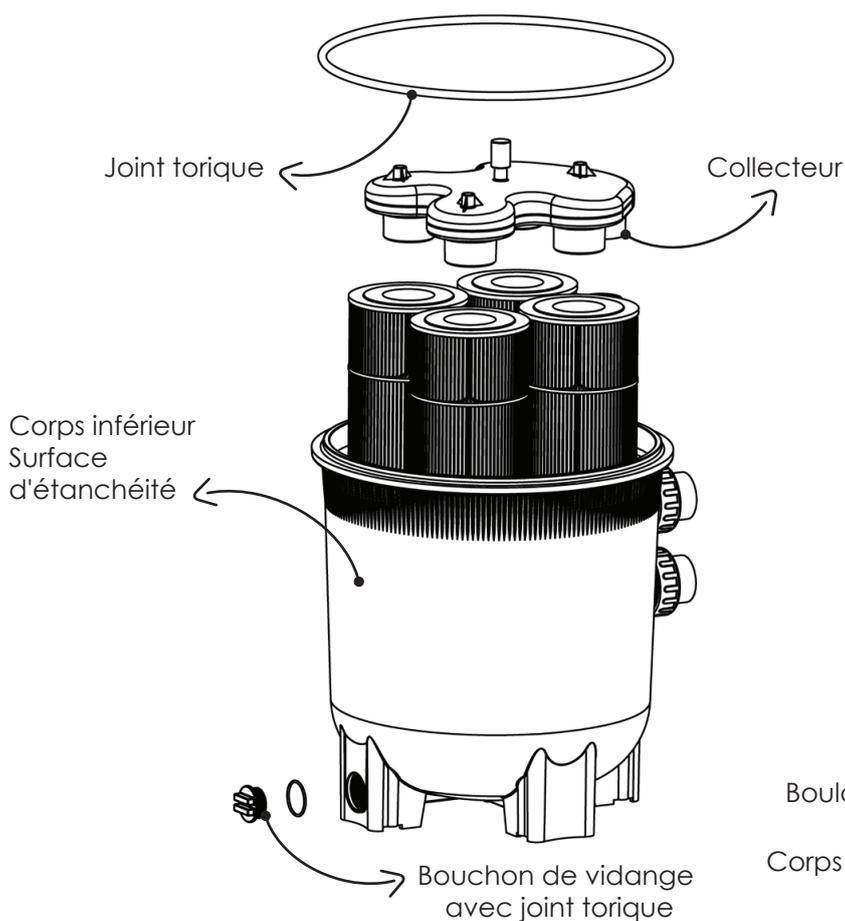

Figure 3
3. Fermez l'orifice de vidange du filtre. REMARQUE : Le bouchon du filtre nécessite un joint torique. (Voir Fig 3)
4. Retirez le bouchon de vidange du filtre et vidangez l'eau du filtre à cartouche jusqu'à un niveau inférieur à la hauteur du corps du filtre inférieur. (Voir Fig 3)
1. Retirez le collecteur supérieur, qui est exposé lorsque le corps de filtre supérieur est retiré. (Voir Fig 3)
2. À l'aide d'un chiffon propre, essuyez la surface d'étanchéité du corps de filtre inférieur et nettoyez le joint de toute saleté et de tout débris. (Voir Fig 3) N'utilisez pas de solvant.